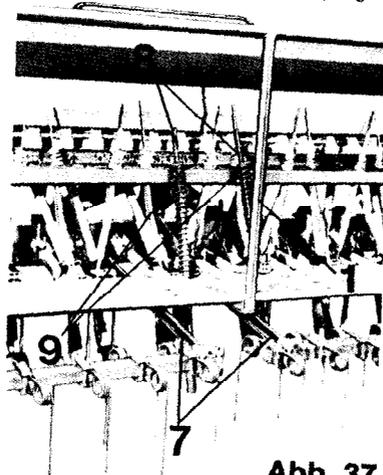

Abb. 37
4. Der Saatriegel für die **D 4-40** ist in der Mitte geteilt. Die Schienen (Abb. 37/7) sind mit Hakenschrauben auf der Scharhaltheschiene zu befestigen und die Druckstangen mit Federn (Abb. 37/8) mittels der mitgelieferten Laschen (Abb. 37/9) an der Lochschiene anzuschrauben.